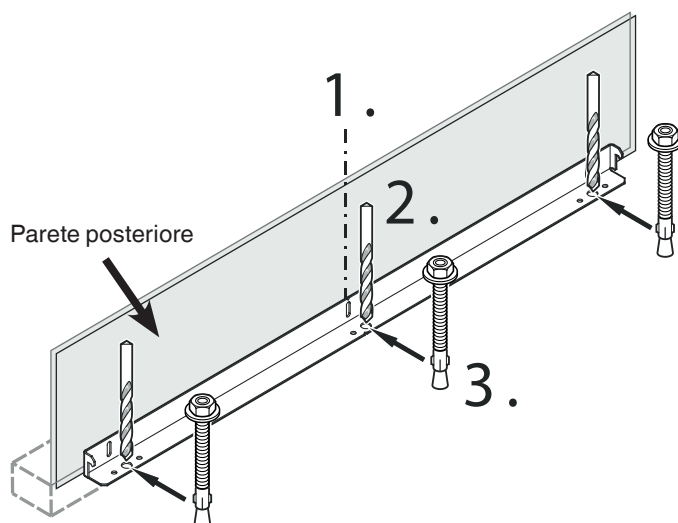

Figura 4
Montaggio del dispositivo antiribaltamenti su pavimenti in calcestruzzo - Figura 4 - 5
2. Con una punta in metallo duro praticare dei fori da 10 mm nei punti indicati nella **Figura 4**. I fori devono essere più profondi della lunghezza complessiva delle ancore. Pulire poi i fori.